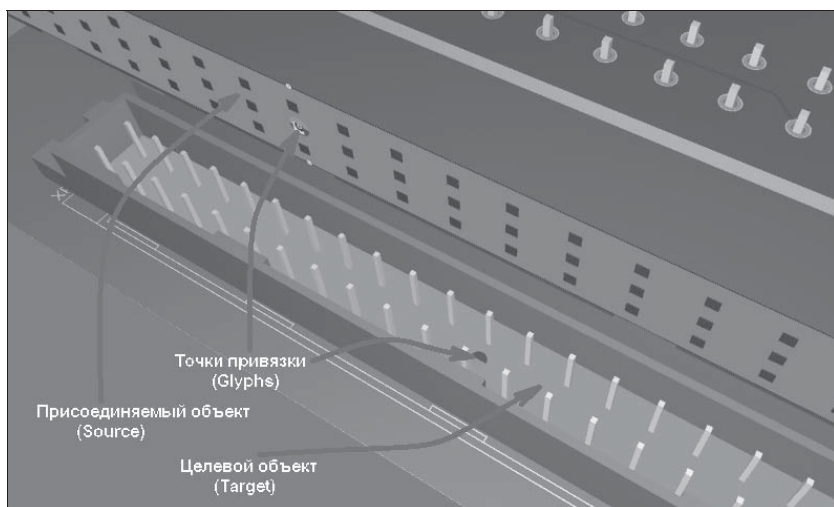

Рис. 9.14. Настройка сопряжения объектов
- отвести курсор в сторону — при этом «целевая» плоскость отмечается зеленой подсветкой (рис. 9.14).